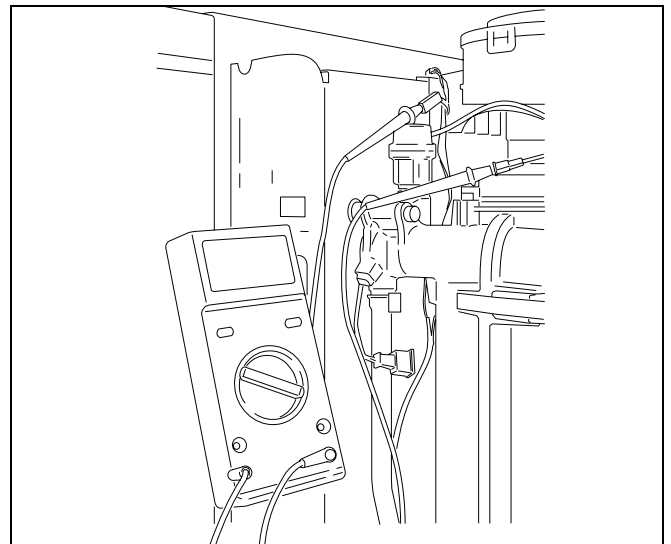

fig. 42 Ionisatiestroom meten
7.2.12 Ionisatiestroom meten (→ fig. 42)
- Maak de stekerverbinding van de ionisatie-elektrode los en sluit het meetinstrument in serie aan (→ fig. 42).